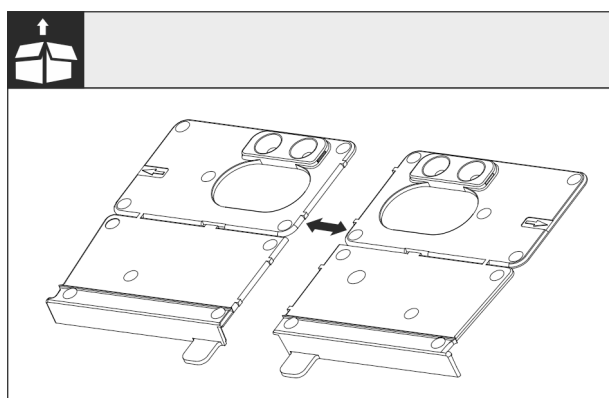

Fig. 27
► Отделите дно монтажного угла Fig. 27 I) на перфорации.